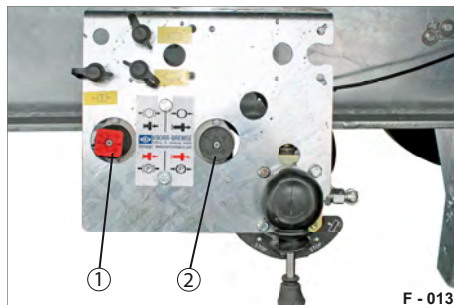

Abb. 19 Bedienkonsole
- ▶ Ziehen Sie die Federspeicher-Feststellbremse (Abb. 19/1).
- ▶ Drücken Sie Federspeicher-Feststellbremse (Abb. 19/1).